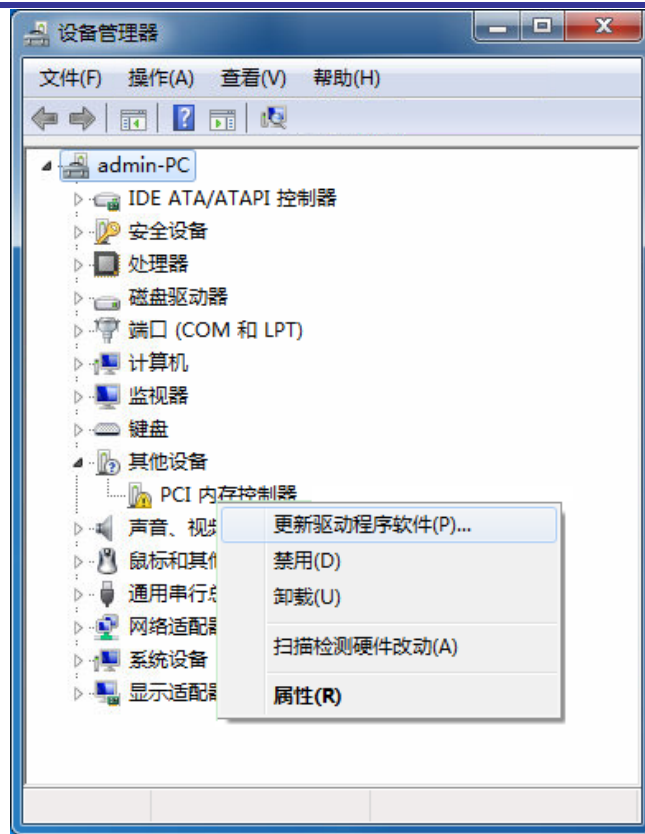

图 2-2 控制器驱动程序安装界面 2
- (2) 选中“PCI 内存控制器”，点击鼠标右键。如图 2-2 所示，点击“更新驱动程序软件(P)...”。